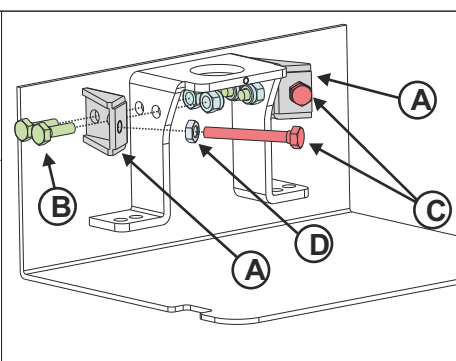

Fig. 39
9.2. Fixer les deux supports de butée «A» au caisson à l'aide des vis appropriées «B» et des boulons de fixation correspondants (Fig. 39)
9.3. Insérer les deux vis de butée «C» dans les logements spéciaux sur les supports de butée à l'aide des boulons appropriés «D», comme indiqué en Fig. 39